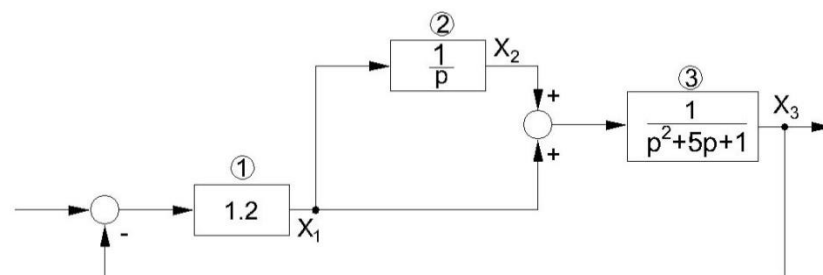

Рис. 4.1. Структурная схема динамической системы
Рассмотрим пример составления математического описания линейной непрерывной динамической системы с помощью функции CONNECT из комплекса Control System Toolbox. На рис. 4.1 представлена структурная схема динамической системы.
Математическое описание динамической системы (см. рис. 4.1) на основе функции CONNECT может быть выполнено следующим образом:
1. Пронумеруем блоки структурной схемы (см. рис. 4.1).
4. Зададим матрицу связей между блоками системы (см. рис. 4.1)
Таким образом, создано математическое описание линейной динамической системы (см. рис. 4.1).
12. Убедиться в корректности нашего математического описания с помощью приложения SIMULINK. Для чего необходимо создать S-модель динамической системы (см. рис. 4.1) и получить график переходного процесса по заданному каналу при подаче на управляющий вход единичного ступенчатого воздействия.